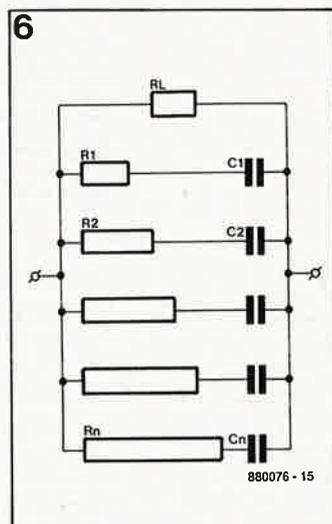

Figure 6. Schéma équivalent très simplifié pour une compréhension plus facile des caractéristiques techniques d'un supercondensateur.
**Figure 6. La platine du clavier est longue, mais étroite. Avant d'y implanter les composants, réfléchissez bien à la manière dont vous allez la fixer sur la façade du coffret. Prévoyez un étrier de fixation ou une glissière vers le milieu du clavier pour éviter qu'il cède sous la pression exercée par les boutons.**
Nous pouvons remplacer chaque particule par son schéma de substitution; combinés plusieurs schémas nous donnent la structure de la figure 5. Nous y découvrons une résistance additionnelle,  $R_s$  qui symbolise la résistance électrique de la membrane (à ne pas confondre avec  $R_{in}$ ) et  $R_L$ , qui représente la résistance de fuite du condensateur. Le principe de fonctionnement de ce schéma de substitution qui approche la réalité de très près est relativement complexe. Il est heureusement possible de le simplifier pour en arriver au schéma de la figure 6.